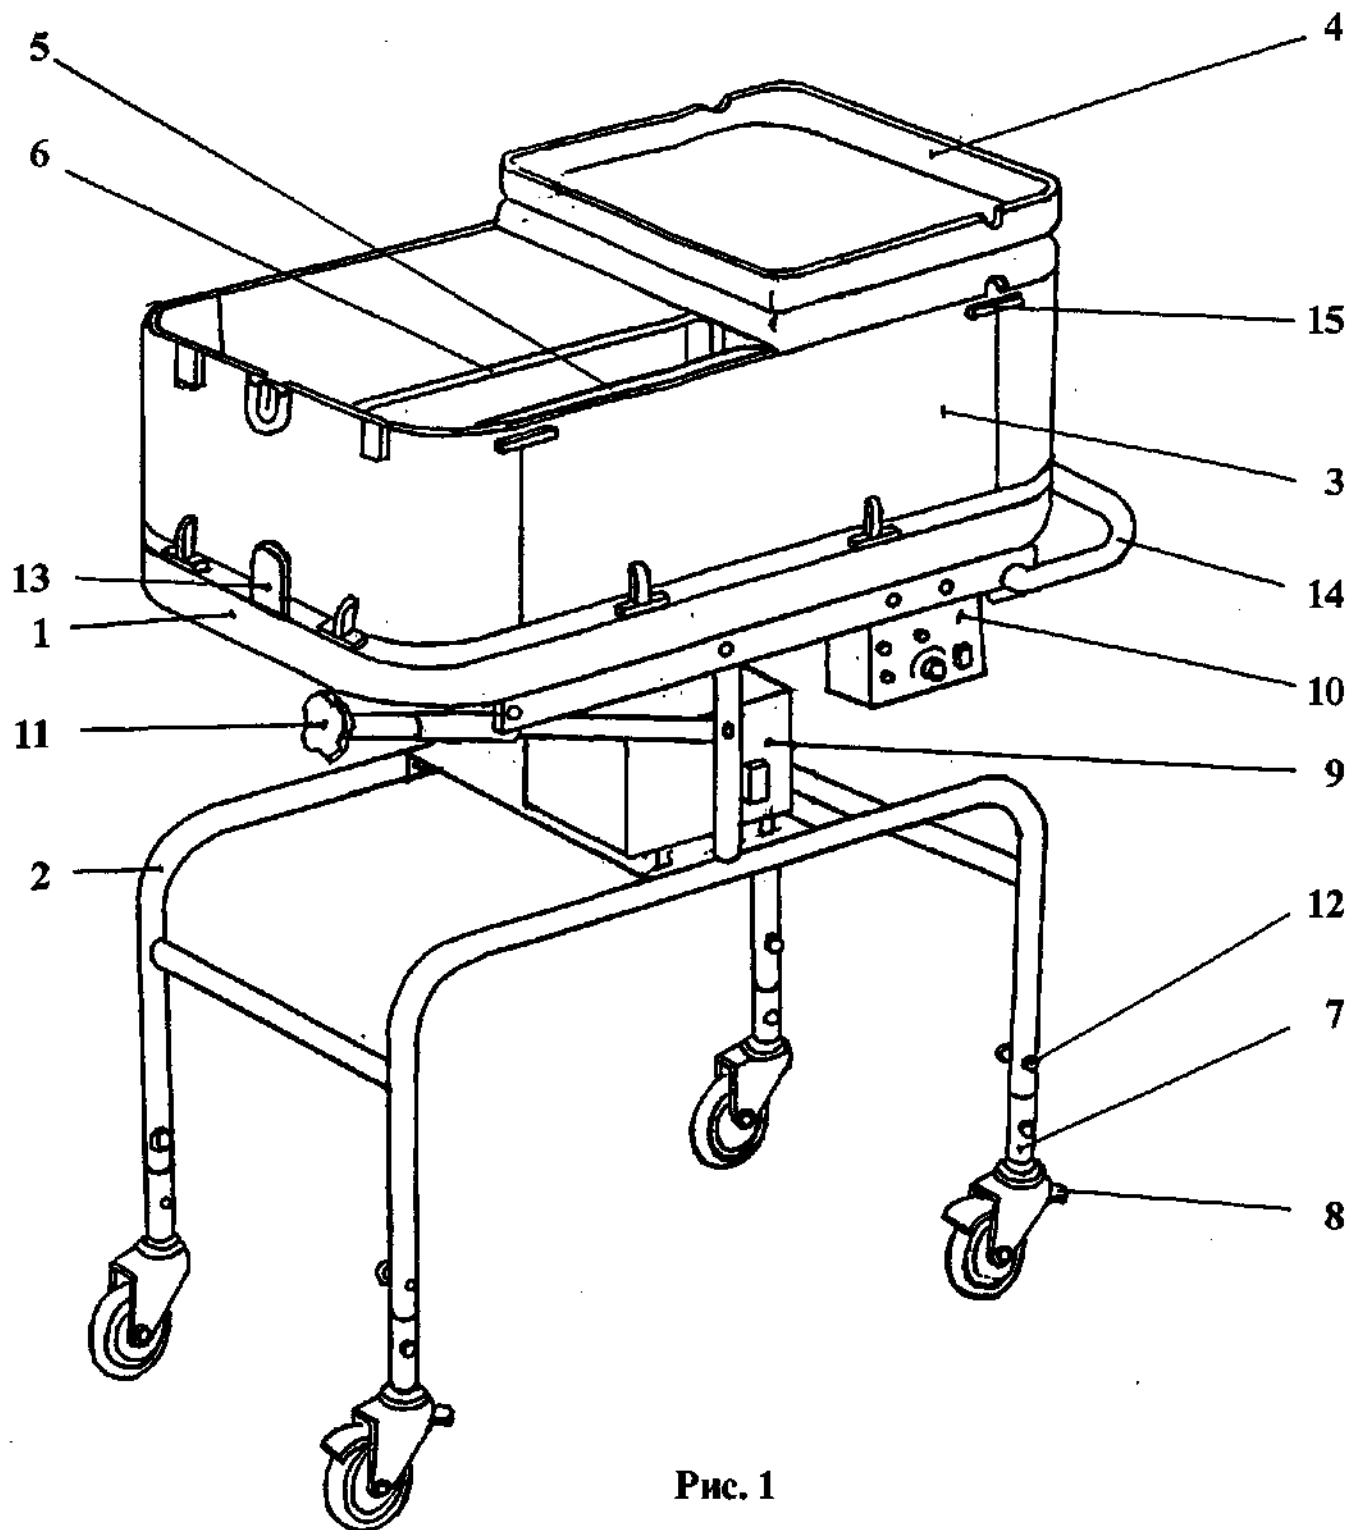

Рис. 1
3.1 Внешний вид термокроватки ДЕТКА-12-01 представлен на рис. 1. Термокроватка состоит из тележки и размещенного на ней детского отсека.
- для исключения падения и травмирования пациента при работе с полностью открытой капсулой термокроватки обязательна установка ограничителей 6 (см. рис. 1);